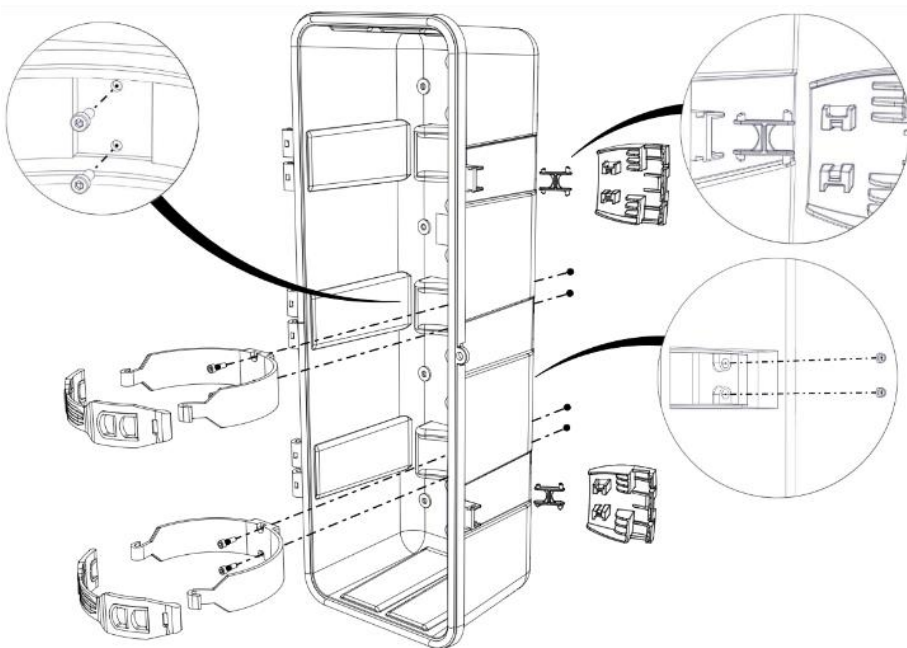

Рис. 4 – Сборка составных частей пенала
- 4) вставить гайки с нижней стороны корпуса пенала (см. рис.4);
- 6) вставить защелки в отведенные для этого отверстия в корпусе пенала (см. рис.4).